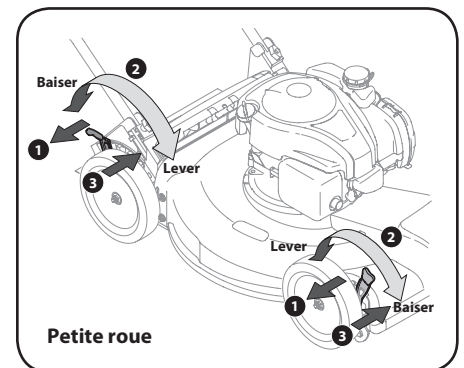

Figure 2-11
- Placez la manette à la position désirée pour changer la hauteur de coupe. Voir les Figures 2-11 et 2-12.
- Laissez la manette revenir vers le plateau de coupe. Voir les Figures 2-11 et 2-12.